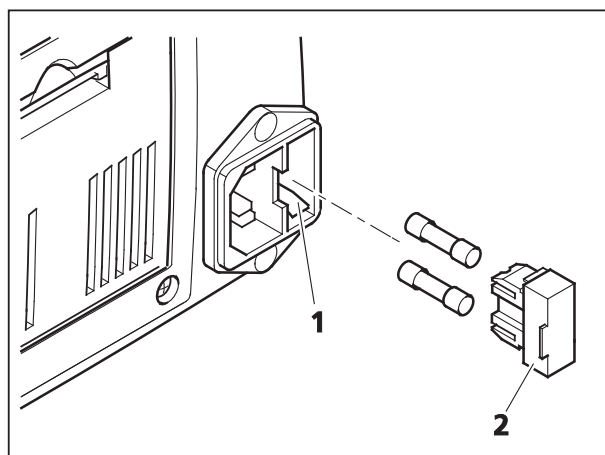

Fig. 5-1 Remplacement des fusibles sur le statif
- Tirez le porte-fusibles (Fig. 5-1/2) vers vous pour l'extraire. Le cas échéant, aidez-vous avec un petit tournevis.
- Réintroduisez le porte-fusibles dans son logement (Fig. 5-1/1) jusqu'en butée.